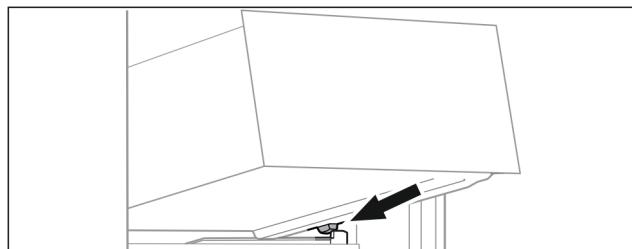

Fig. 20
- Nasadte zásuvku šikmo za zarážky na žebrování na nádoby Fig. 20 (1).